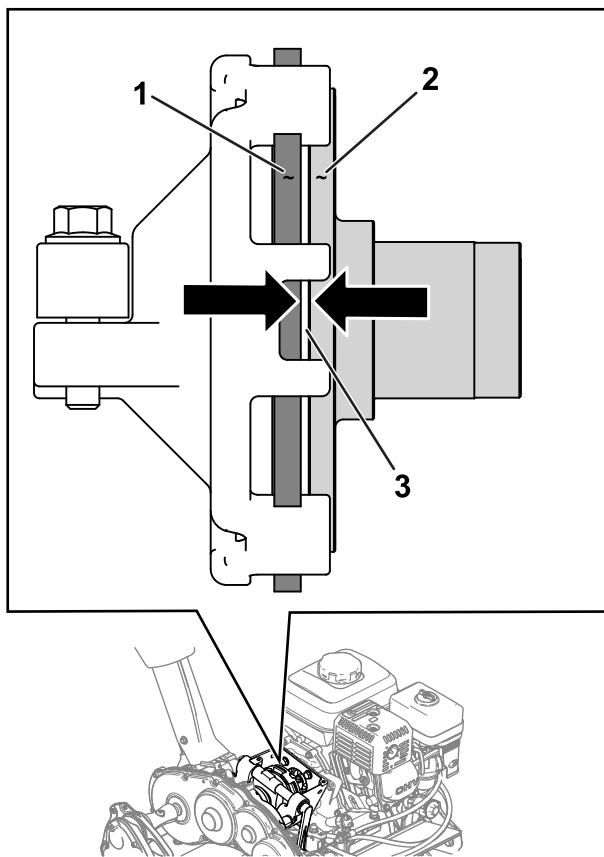

Figura 35
2. Afrouxe as contraporcas e ajuste o cabo de tração de forma que haja uma lacuna de 1,1 mm (0,045 pol.) entre o disco de fricção e a placa de pressão (**Figura 34** e **Figura 35**).